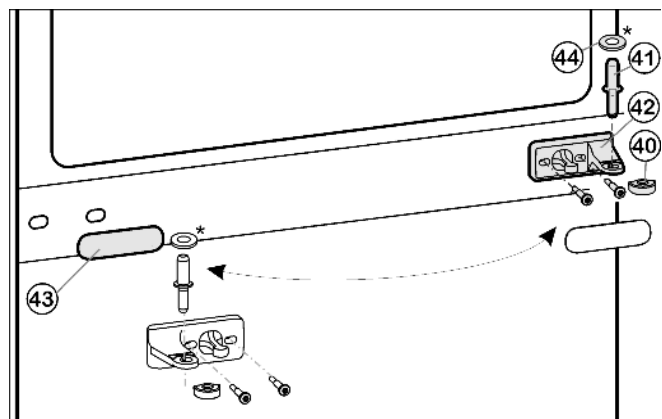

Fig. 13
- ▶ Retirer le pivot d'appui central *Fig. 13 (41)* de sa charnière et de la porte inférieure.
- ▶ Retirer le pivot d'appui central *Fig. 13 (41)* avec la rondelle *Fig. 13 (44)* de la charnière et de la porte inférieure.
- ▶ Retirer le capuchon en matière plastique *Fig. 13 (40)*.
- ▶ Démontez le support d'appui du milieu *Fig. 13 (42)*.
- ▶ Retirer avec précaution le panneau-cache *Fig. 13 (43)*.
- ▶ Visser le support d'appui du milieu *Fig. 13 (42)*, pivoté à 180°, sur le nouveau côté charnière avec un couple de serrage de 4 Nm.
- ▶ Faire encliqueter le panneau-cache *Fig. 13 (43)* tourné à 180° du nouveau côté de la poignée.
- ▶ Remettre le capuchon en plastique Fig. 13 (40) sur la charnière du milieu Fig. 13 (42).
- ▶ Placer le pivot d'appui central Fig. 13 (41) au travers de la charnière du milieu Fig. 13 (42) dans la porte inférieure.
- ▶ Placer la rondelle Fig. 13 (44) sur le pivot du milieu Fig. 13 (41).